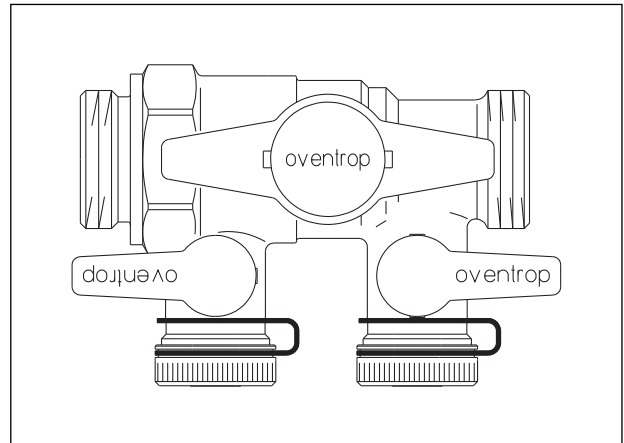

Bild 6: Befüll- und Spülarmatur, OV-Art.-Nr. 136 30 51
- Befüll- und Spülarmatur zum Einbau an der tiefsten Stelle des Solarkreislaufes (siehe Bild 6)